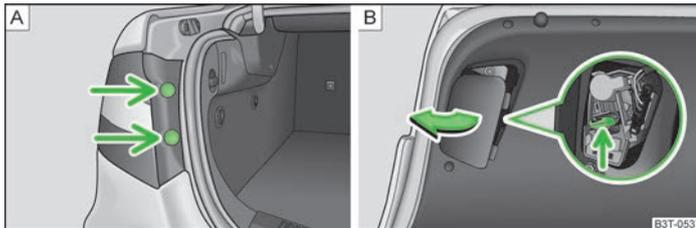

Abb. 189 Äußeren Teil der Rückleuchte ausbauen / Inneren Teil der Rückleuchte ausbauen
- › Die Stopfen » Abb. 189 - **A** herausnehmen und die Rückleuchte mit einem Torx-Schlüssel abschrauben » Seite 204, *Bordwerkzeug*.
- › Die Rückleuchte festschrauben und die Stopfen » Abb. 189 - **A** eindrücken.
- Die Abdeckung der Rückleuchte an der Innenseite der Gepäckraumklappe abnehmen » Abb. 189 - [B].
- Die Rastnase drücken » Abb. 189 - [B] und den Lampenhalter aus dem Gehäuse der Rückleuchte herausnehmen.